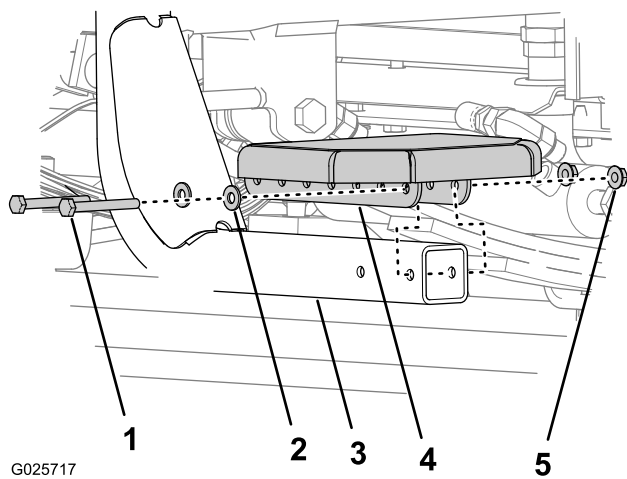

Figura 3
1. Alinee los 2 taladros del peldaño con 2 de los taladros del extremo del soporte del peldaño (Figura 3).
2. Sujete el peldaño al soporte con 2 pernos de cabeza hexagonal ($\frac{1}{4}$ " x $2\frac{1}{4}$ "), 2 tuercas con arandela prensada y 2 arandelas (Figura 3).